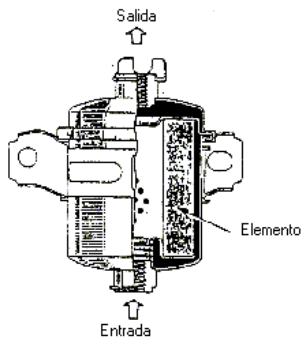

Figura 3.18
3) Los extremos de conexión del filtro, pueden tener rosca en uno o ambos extremos tubos lisos para la instalación de una manguera con abrazaderas o acoples rápidos, en el caso de los filtros utilizados por Ford y algunos modelos GM (figura 3.18).
A. Tienen una dirección definida de flujo de combustible. Por lo general, la dirección del flujo se indica con una flecha, indicando el extremo de entrada y salida del combustible a través del filtro. (figura 3.18)